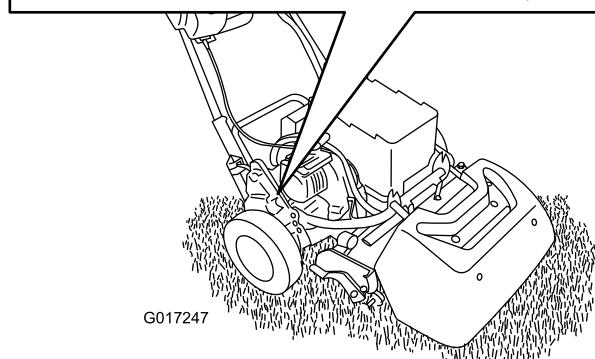

図 32
1. 機体の右後ろ角部にある走行解除レバーを探し出す(走行ハウジングドラムの隣にある)(図 32)。